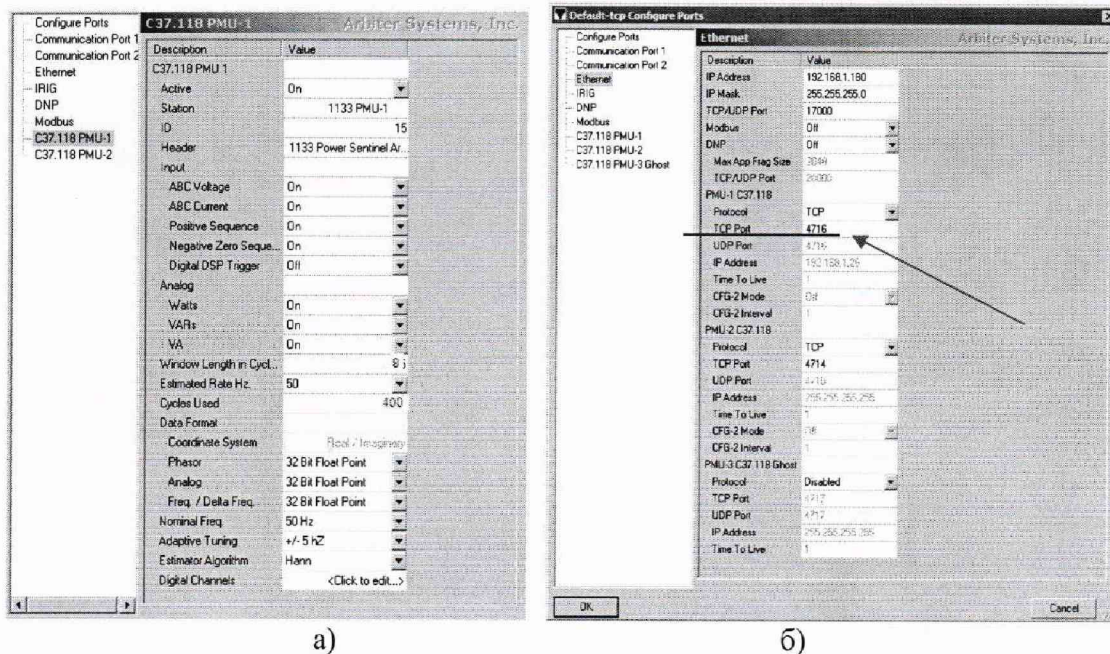

Рисунок 3
7.3.4.9 Задать параметры конфигурации порта Ethernet, рисунок 3б). Из ниспадающего списка для PMU-1 C37.118 выбрать протокол TCP и записать номер TCP порта (4716, рисунок 3б)) определенный ПО PSCSV™, (номер TCP порта необходим для связи со счетчиком 1133 А в программе UVITest) и нажать кнопку ОК для записи параметров в память счетчика 1133А.